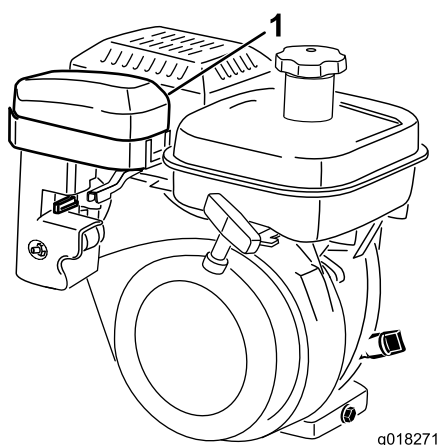
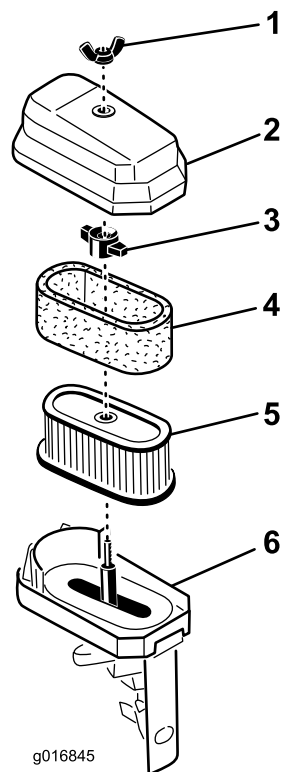

Figura 33
Figura 34
2. Retire la tuerca de orejeta que sujeta la tapa del limpiador de aire al limpiador de aire, y retire la tapa. Limpie la tapa a fondo (Figura 33 y Figura 34).
3. Si el elemento de gomaespuma está sucio, sepárelo del elemento de papel (Figura 34). Límpialo a fondo.